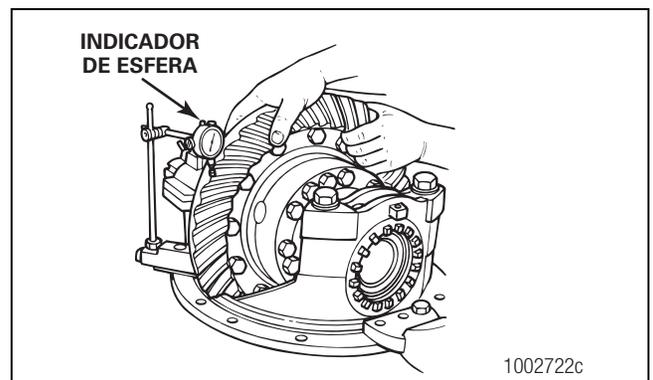

**Figura 3.16**
4. Si es necesario, use un punzón de latón y martillo para golpear con cuidado la copa interior hacia fuera de la jaula. Deseche la copa. Figura 3.16.